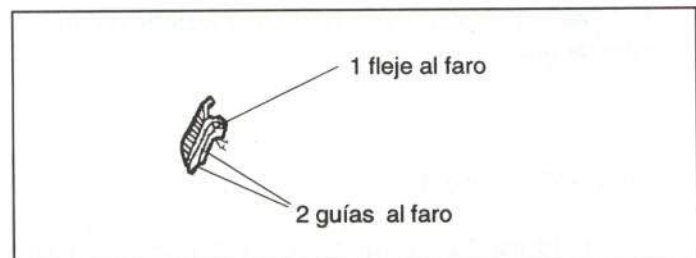

Figura 15.- Fijación del piloto
El piloto delantero va fijado al faro mediante dos patillas y un muelle (figura 15).
- Pilotos delanteros (figura 15)